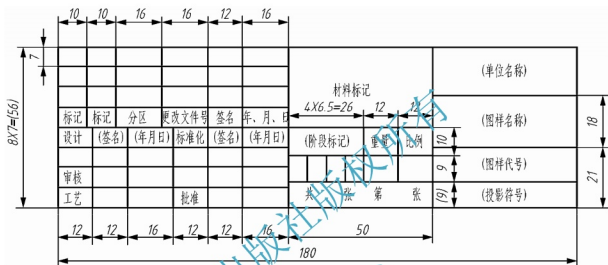

图 7-20 标题栏格式与内容
每一张标准的工程图都要有标题栏,用以填写图形的相关信息。以机械图为例,国家标准规定的标题栏格式与内容如图 7-20 所示,其中需填写零件(或机器)的名称,图号,材料,数量,比例,设计、审核人员的姓名,日期等内容,因此,将需要经常填写不同内容的这些文字定义成属性,然后将标题栏创建成属性块,使标题栏的填写变得非常便捷。其制作过程如下。
- (1) 绘制标题栏框格:按照图 7-20 所示的尺寸规格及线型,绘制如图 7-21 所示框格。